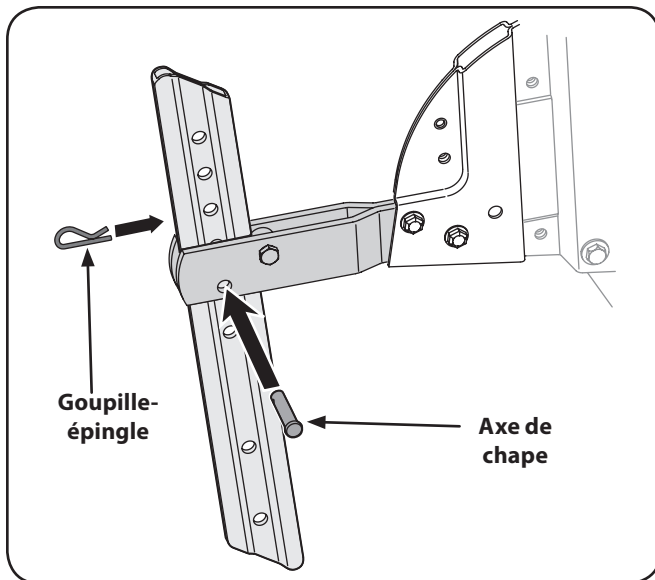

Fig. 3-7
4. Insérez la tige du guide de profondeur dans le support, comme à la Fig. 3-7.
5. Insérez la tige du guide de profondeur dans le support, comme à la Fig. 3-7. Maintenez la goupille en place avec l'attache enlevée plus tôt. Le guide de profondeur peut être réglé à différentes positions. Initialement, nous conseillons de l'installer juste au-dessus ou de niveau avec la surface du sol. Consultez le chapitre « Entretien et réglages » dans la section concernant le guide de profondeur dans cette notice d'utilisation.